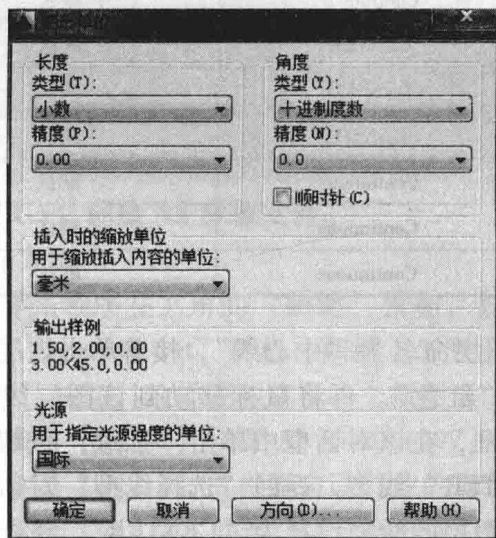

图 1-2 “图形单位”对话框
- 选择“格式”菜单 | “单位”命令, 或在命令行输入 UNITS 命令并按回车键 Enter。打开“图形单位”对话框, 如图 1-2 所示。